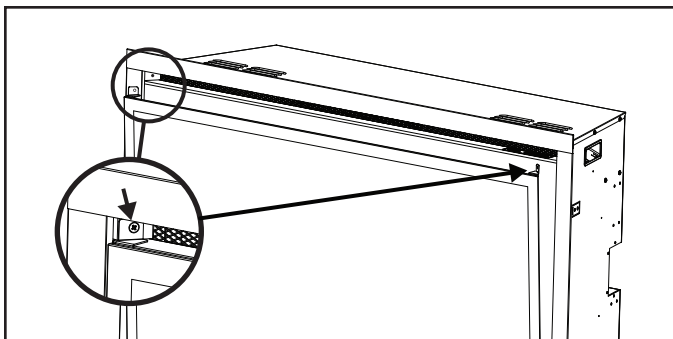

Figure 7.6 Installation de la vitre
1. Inclinez la vitre afin de placer le bord inférieur dans la rainure derrière la moulure extérieure. Voir la figure 7.6.
2. Placez le bord supérieur de la vitre contre l'appareil et fixez-la avec deux (2) vis ST4X8.